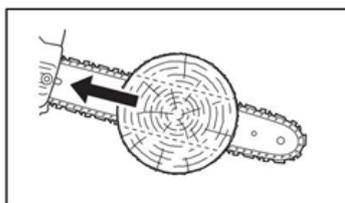

Fig 2
- Cualquiera de estas reacciones puede hacer que pierda el control de la máquina y entre en contacto con la cadena en movimiento, lo que podría provocar lesiones personales graves. Como usuario de una motosierra, debe tomar varias medidas para mantener sus trabajos de corte libres de accidentes o lesiones (Fig. 2).